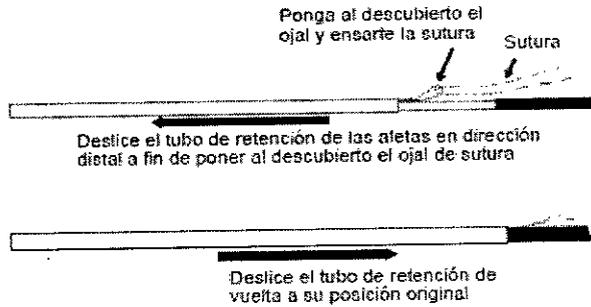

Figura 1. Preparación del espaciador MicroFlow
- Deslice el tubo de retención de las aletas a fin de poner al descubierto el ojal de sutura. Cuide de mantener las aletas de retención cubiertas y comprimidas (figura 1).
- Ensarte un segmento de 45 cm (como mínimo) de longitud de sutura 4-0 ó 5-0 con una aguja recta a través del ojal (figura 1). Iguale los cabos de la sutura y colóquelos cerca del extremo proximal del catéter.
- Deslice el tubo de retención de las aletas a su posición original a fin de cubrir el ojal. Cuide de mantener cubierta la sección distal del catéter (figura 1).